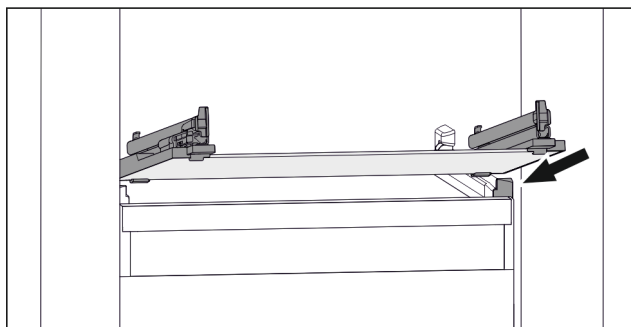

Fig. 54 Примерно изображение на стъклената плоча
- ▶ Поставете стъклената плоча под ъгъл зад ограничителите. (виж Fig. 54)